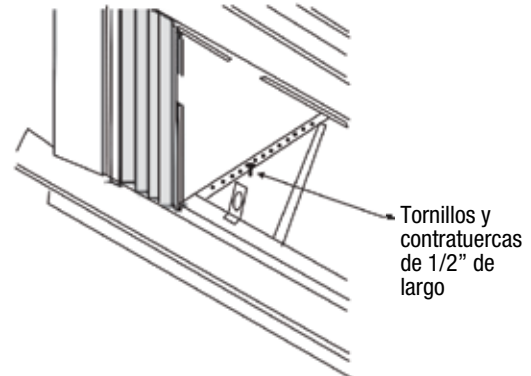

FIG. 16
3. Instale los soportes de sujeción (con los soportes en ángulo del alféizar fijas) para corregir el orificio en la parte inferior del gabinete como se muestra en la Fig.16.